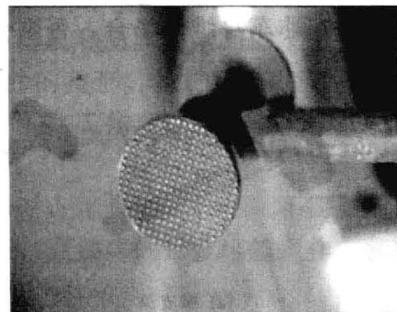

图 1-2 收缩锤
(2) 收缩锤 带有锯齿面或交错缝槽面的精修锤叫收缩锤，适用于表面收缩作业，主要用来维修被过度锤打而产生的延伸变形。如图 1-2 所示。